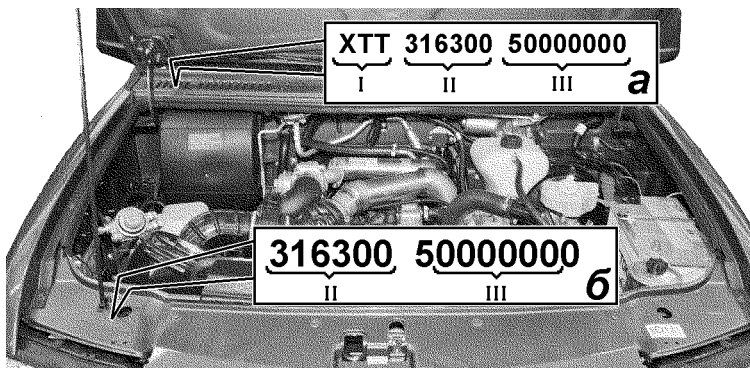

Рис. 1.2. Расположение идентификационного номера транспортного средства и номера кузова:
**Идентификационный номер** транспортного средства наносится на заводской табличке (рис. 1.1) и на кузове автомобиля, на нижней панели ветрового окна (рис. 1.2).
Идентификационный номер (рис. 1.2) состоит из трех частей:
**Идентификационный номер кузова** выбит на верхнем соединителе рамки облицовки радиатора (рис. 1.2).